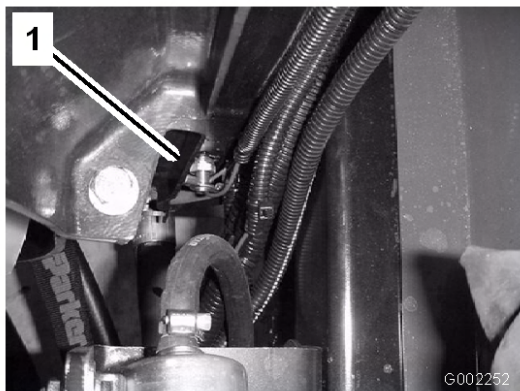

Figura 54
4. Abra o tampão do radiador (Figura 54) e deixe escorrer o líquido de arrefecimento para o recipiente.